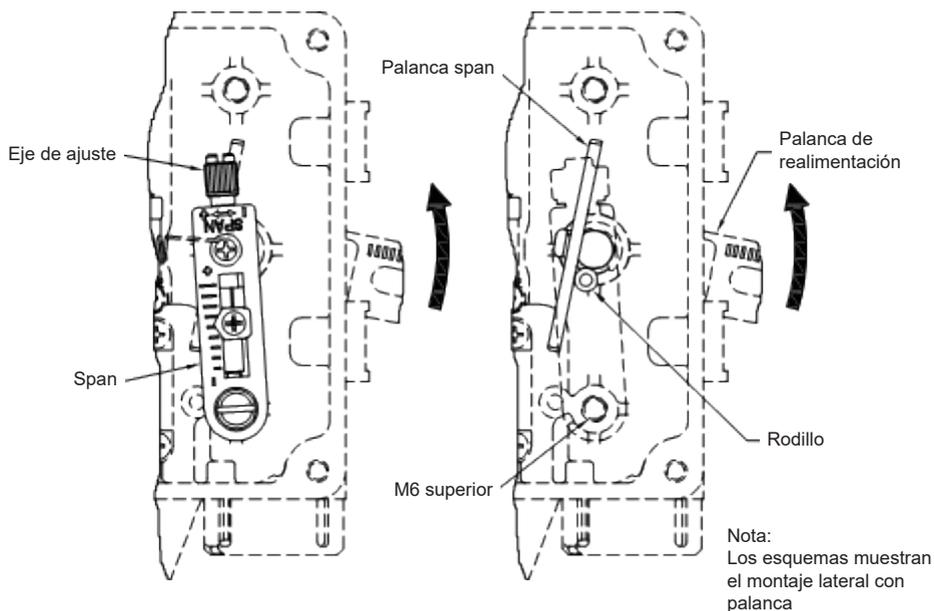

Fig. 17 Instalación del span (lateral = RA, central = DA)
Montaje central: si el eje del actuador se mueve hacia abajo cuando la señal de entrada aumenta, monte el "Span" en el orificio roscado M6 inferior como en la Fig. 17 siguiente. (DA)
Montaje central: si el eje del actuador se mueve hacia arriba cuando la señal de entrada aumenta, monte el "Span" en el orificio roscado M6 superior como en la Fig. 17 siguiente (RA).